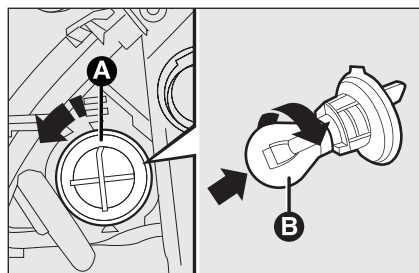

fig. 15
- ☐ girar hacia la izquierda el portalámparas **A**-fig. 15 y extraerlo;